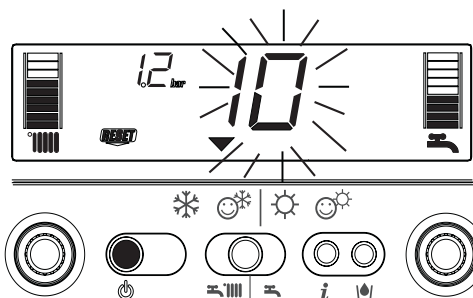

Fig. 4.26
2) Visualizzazione della sola icona (fig. 4.26)